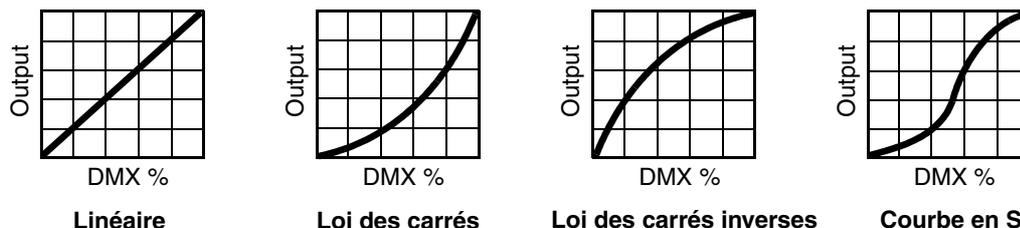

Figure 4: Options de gradation
**DIMMER CURVE** fournit 4 courbes de gradation (voir Figure 4):